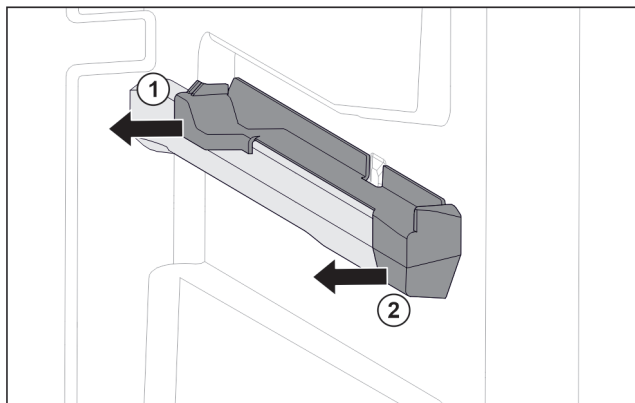

Fig. 84 Nasazovací díl na pravém žebrování na nádoby
- ▶ Stáhněte nasazovací díl vzadu na stranu. Fig. 84 (1)
- ▶ Stáhněte nasazovací díl vpředu na stranu. Fig. 84 (2)